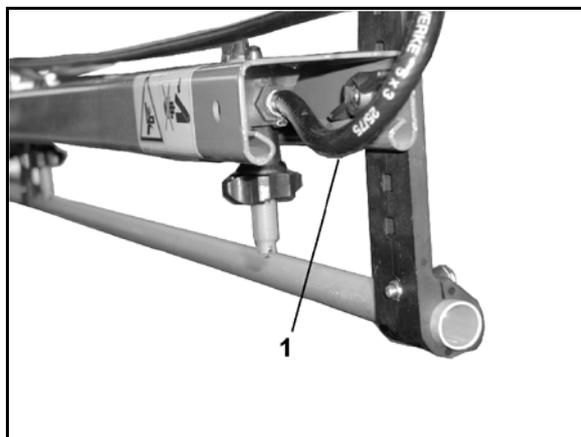

Рис. 122
- во включенном состоянии обеспечивает постоянную циркуляцию жидкости в распределительном трубопроводе. Для этого за каждой секцией закреплен специальный шланг для подсоединения к промывочному контуру (Рис. 122/1).
- по одному шлангу для подсоединения к промывочному контуру (Рис. 122/1) на секцию;